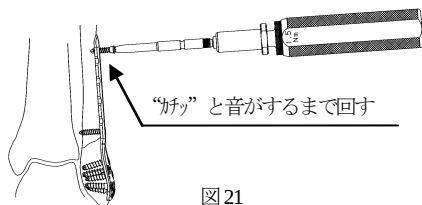

図 21
20) ヘクスローブ 15 パワービンドライバー後端にトルクリミッター付きハンドル 1.5 を接続し、軸芯を傾けないよう、選択した長さの 3.5 ロックングスクリューを挿入します。(図 21)